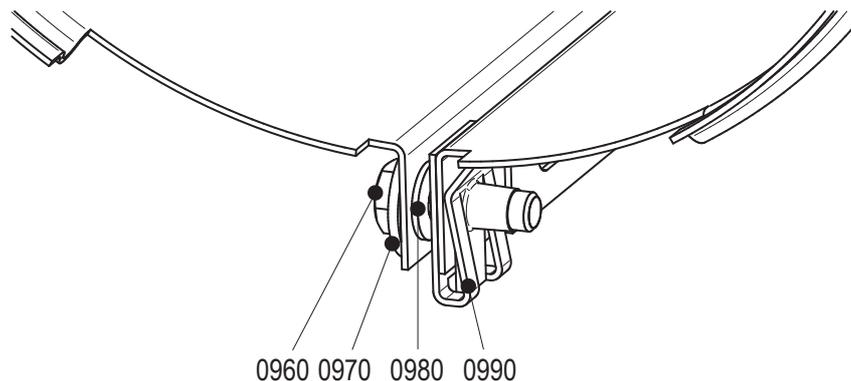

Рисунок 12: Установка кожуха
- 1 Ослабьте затяжку болтов (0960). См. рисунок 12.
3 Закройте кожух и установите болт (0960). См. рисунок 12.
5 Закройте кожух, установите болт (0230) и болт (0960). См. рисунок 12.